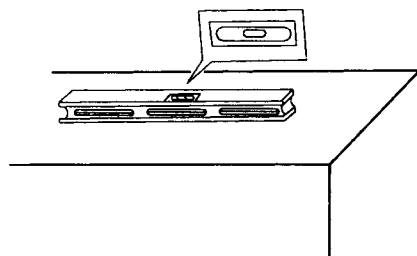

图1-5 用水平仪测量安装设备的水平度
- (1) 使用水平尺前, 应先在标准面上检查其精度。
- (2) 使用过程中, 应轻拿轻放, 不得碰撞, 也不得在所测表面上拖动, 以免影响测量结果。
(3) 测量时, 应将水平尺置于管道或设备的平滑、干净部位, 根据玻璃管中气泡的位置判断管道或设备是否水平或垂直, 以气泡居中为水平或垂直。如图1-5所示。
(4) 使用完毕, 应将水平尺擦拭干净, 存放在专用的工具箱内, 不得与其他工具混放。